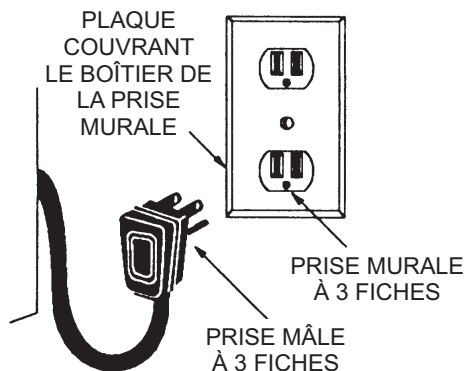

Figure 10 : Méthode recommandée de mise à la terre pour modèles 120 VAC.
Une mise à la terre inadéquate ou une polarisation inversée peut causer un mauvais fonctionnement (tels qu'une production continue d'étincelle au niveau des allumeurs des brûleurs) pouvant endommager l'appareil et comporter un risque de décharge électrique. Si le circuit n'est pas correctement mis à la terre et polarisé, l'installateur ou l'utilisateur est tenu de faire appel à un électricien qualifié pour qu'il installe une prise dûment mise à la terre et polarisée, conforme à toutes les réglementations locales applicables. À défaut de réglementation locale, le changement de prise doit être effectué conformément au Code national de l'électricité (Voir Figure 10).
- Respectez toutes les réglementations locale s applicables lors de la mise à la terre. À défaut, le Code national de l'électricité ANSI/ NFPA no 70 – Édition actuelle sera appliqué. Reportez-vous à la Figure 10 pour la méthode conseillée de mise à la terre.
L'APPAREIL DOIT ÊTRE BRANCHÉ SUR UNE SUR UNE PRISE À 3 TROUS MISE À LA TERRE RACCORDÉE À UN CIRCUIT POLARISÉ DE 120 VOLTS (CIRCUIT 240 VOLTS POUR MODÈLES AVEC GRILLE ÉLECTRIQUE DE 24 PO). (Voir Figure 10).